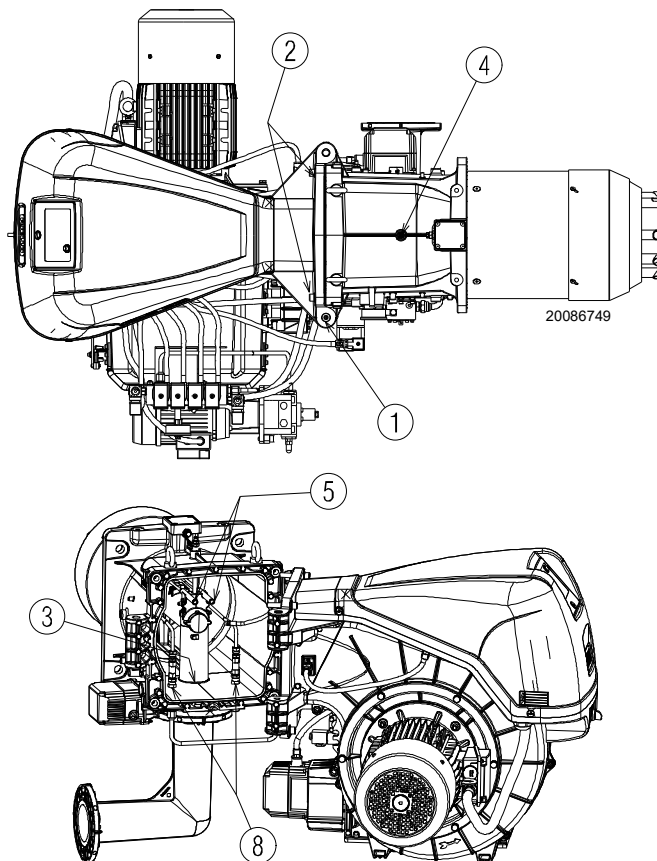

Рис. 17
Горелка поставляется с завода с открытием в правую сторону, следовательно, штифт 1)(Рис. 17) остается на месте.
- C** Полностью откройте горелку, как показано на Рис. 17.
Чтобы открыть горелку с противоположной стороны, перед извлечением штифта 1)(Рис. 17) проверьте, чтобы 4 винта 2) были затянутыми. Затем переместите штифт 1) на противоположную сторону, только после этого можно выкрутить винты 2). Отсоедините разъем 20)(Рис. 4 на стр. 11) реле максимального давления газа, затем действуйте, как описано выше в пункте **C**).